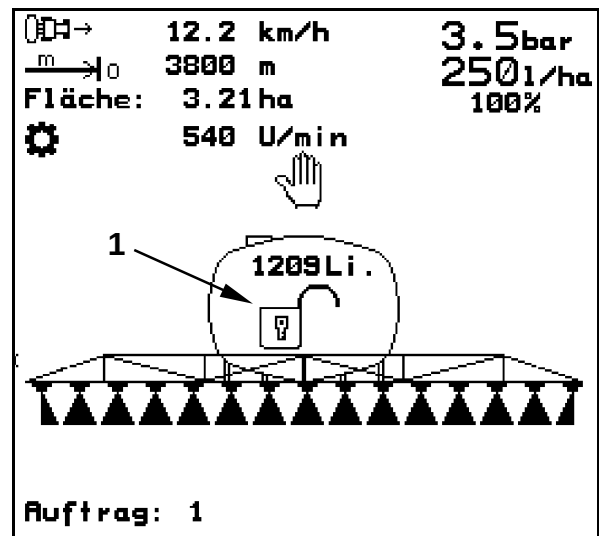

Fig. 108
- La compensación de oscilaciones está desbloqueada (Fig. 107/1), cuando en la pantalla del **AMATRON+** aparece el símbolo del candado abierto (Fig. 108/2).
Con compensación de oscilaciones desbloqueada aparece en la pantalla del **AMATRON+** el símbolo del candado abierto (Fig. 108/1).